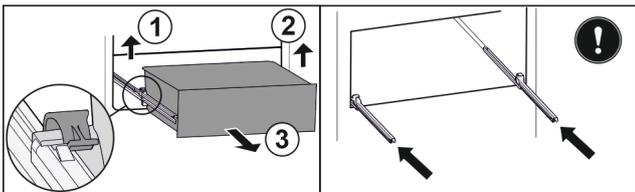

Fig. 101
- ▶ Levante la brida izquierda y, simultáneamente, tire de la parte izquierda del cajón hacia delante. Fig. 101 (1)
- ▶ Levante la brida derecha y, simultáneamente, tire de la parte derecha del cajón hacia delante. Fig. 101 (2)
- ▶ Extraiga el cajón hacia delante. Fig. 101 (3)